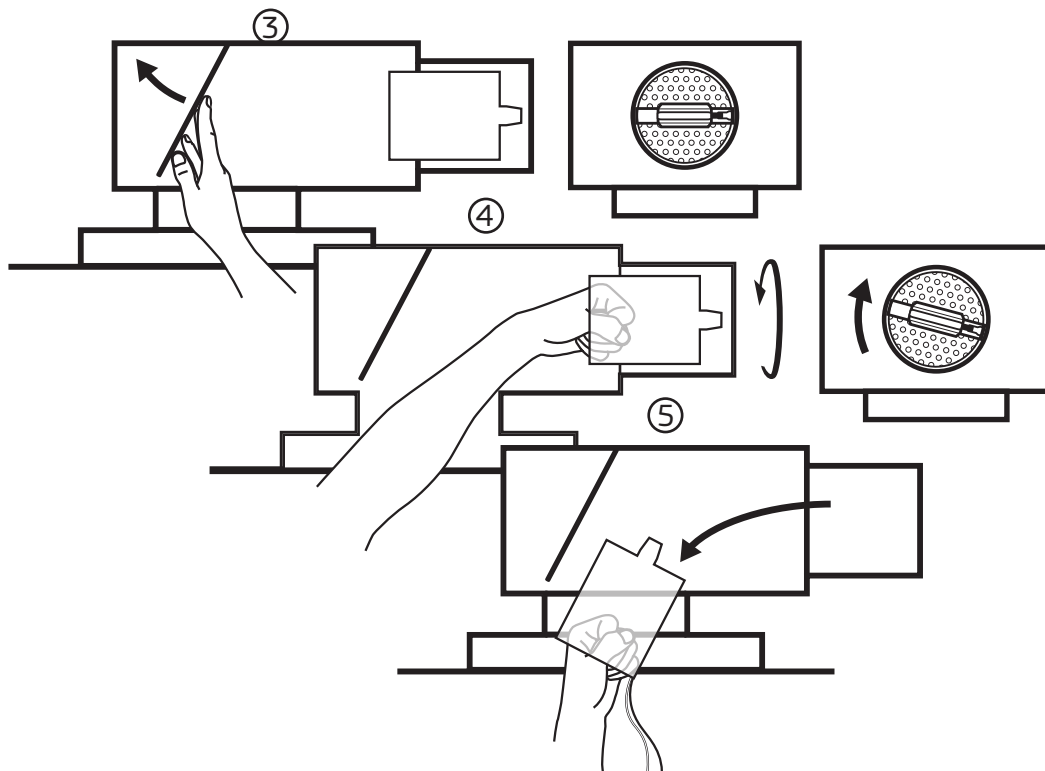

Bild 1. Demontering av uttagbart spjäll i tryckfördelningslåda TK.
- Se steg-för-steg-förfarande i bild 1 för demontering i samband med rensning av trycklåda och kanalsystem.
- 2) Lossa fördelningsplåten genom att vrida låsmekanismen på varje sida av plåten och därefter fälla den åt sidan, bort från spjällinsatsen, se bild 1.